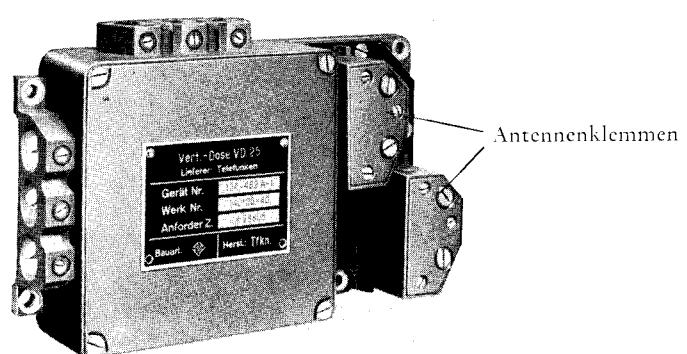

Abb. 10. Vorderansicht der Verteilerdose
**Ausführung** (i. Abb. 10 und 11): Zur linken Gehäuse Buchsenplatte für den Anschluß des zehnpoligen Steckers, sowie zwölfpolige Schraubklemmleiste. Rechts zwei einzeln geschirmte Anschlußklemmen für die Antennenleitungen.